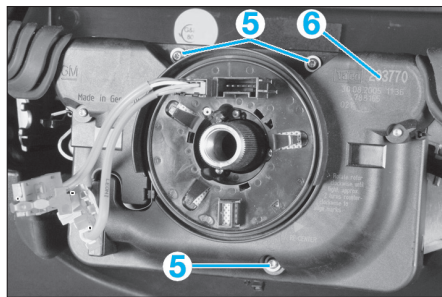

FIG. 7
- les trois vis (5) de l'unité de commande (6) (fig. 7).